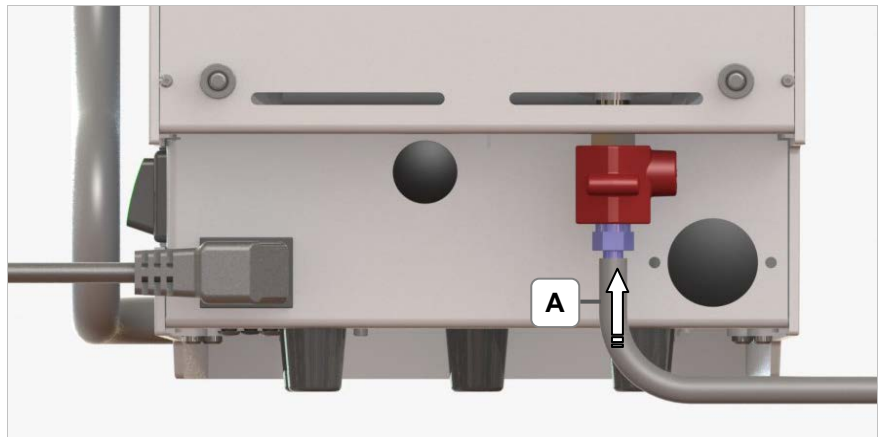

Bild 8.2.3: Wartungsschlauch am Kugelhahn anschließen
2. Wartungsschlauch (Bild 8.2.3) an den Anschlussstutzen am Kugelhahn anschließen.